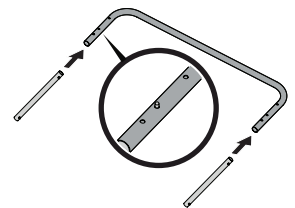

Figura 9
13. Instale cuatro tubos de ajuste dentro de dos tubos con forma de U, deslizando hasta que los botones de resorte traben en los orificios del medio, como se ilustra en la Figura 9.